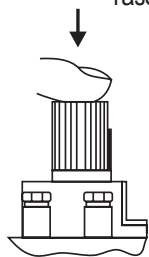

Рис. 4
- 6.1. Установка ручки управления в требуемое положение производится путем легкого нажатия и поворота в нужное положение (рис. 4).